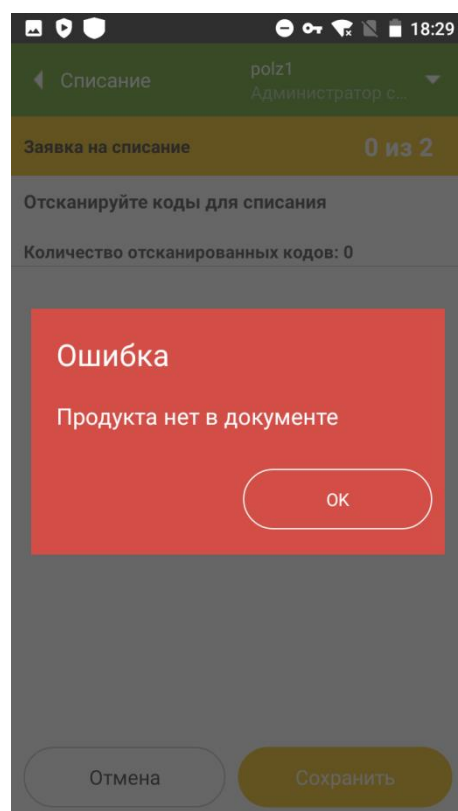

Рисунок 17.10
- 2.1.1. Если отсканированный код не соответствует продукции (например, отличается серия), указанной в сопроводительном документе на списание, появится сообщение об ошибке «Продукта нет в документе» (Рисунок 17.10). Нажать «ОК». Перейти на шаг 2.1.